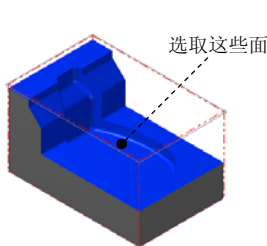

图 3.13 选取加工面
(1) 选取加工面。在图形区中选取图 3.13 所示的所有面 (共 35 个面), 然后按 Enter 键, 系统弹出“刀具路径的曲面选取”对话框。